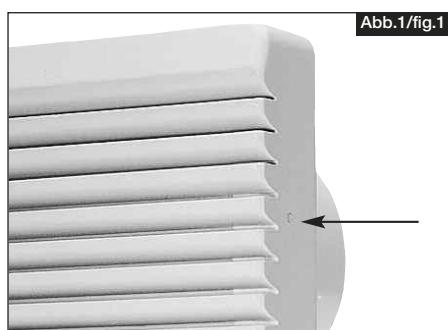

Abb.1/fig.1
2. Mit geeignetem Werkzeug in den Öffnungen links und rechts der Fassade Schnapphaken durch Eindrücken lösen (Abb.1)
2. Remove front cover by pressing the spring catches using the spring catches on the left and right of the grill with a suitable tool (fig.1)
2. Retirer la grille d'aération centrale de la façade (fig.1).